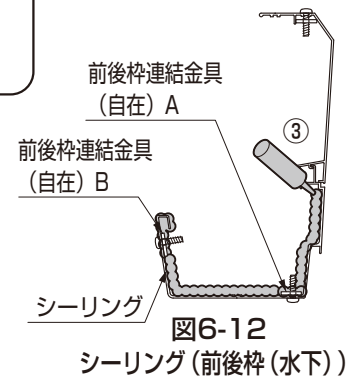

図6-12
- ③前後枿 (水下) の樋の接続部および前後枿連結金具の周りにシーリングをしてください。(図6-12参照)
- 前後枿 (水下) の場合は、前後枿の継ぎ目にもシーリングをしてください。(図6-12参照)